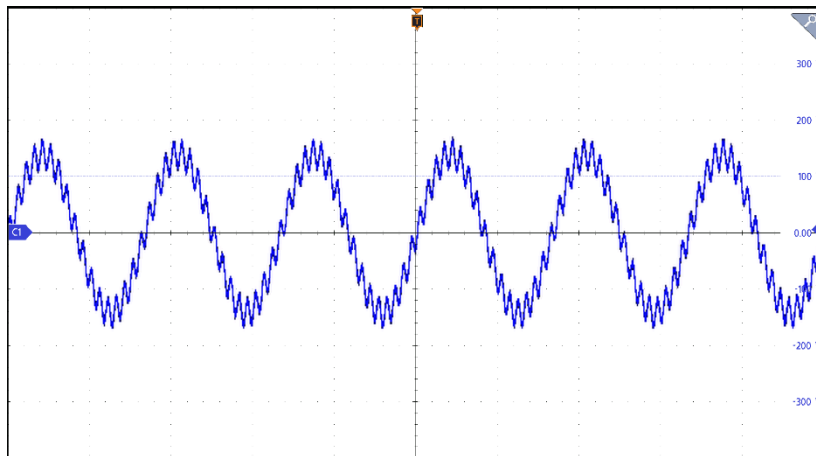

图 5-33 间谐波模式(Interharmonic)设定页面(第一相设定范例输出波形)
6. 设定参数后，点击首页键 ，再点选  可触发输出，输出波形如图 5-33。